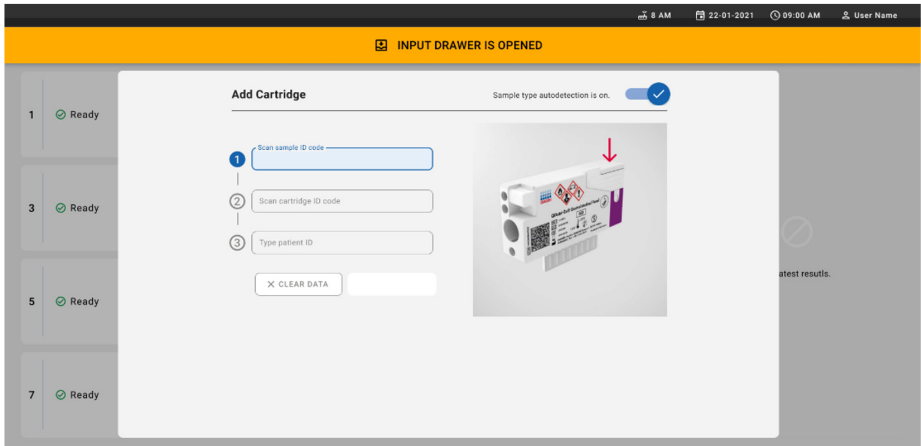

Figura 21. Tela Scan sample ID (Ler o ID da amostra).
7. A caixa de diálogo **Add Cartridge** (Adicionar cartucho) aparece e o scanner na parte frontal do instrumento será ativado. Efetue a leitura do código de barras de ID da amostra na parte superior do QIAstat-Dx Gastrointestinal 2 Cartridge na parte frontal do instrumento (posição indicada pela seta (Figura 21)).